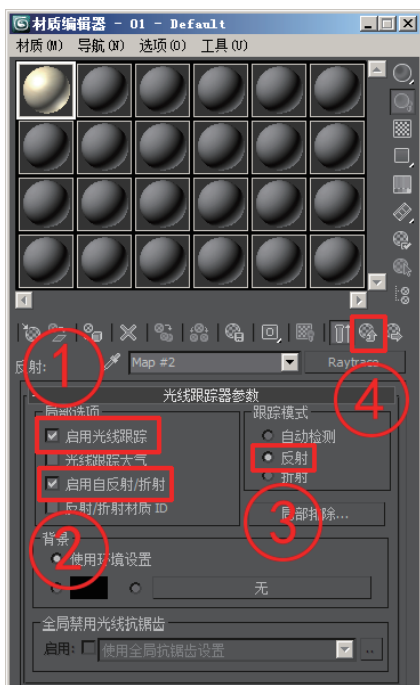

图2-38 “光线跟踪器参数”卷展栏的设置
(7) “光线跟踪器参数”卷展栏的设置如图2-38所示,在“局部选项”选项组中选中“启用光线跟踪”和“启用自反射/折射”复选框,在“背景”选项组中选中“使用环境设置”单选按钮,在“跟踪模式”选项组中选中“反射”单选按钮,然